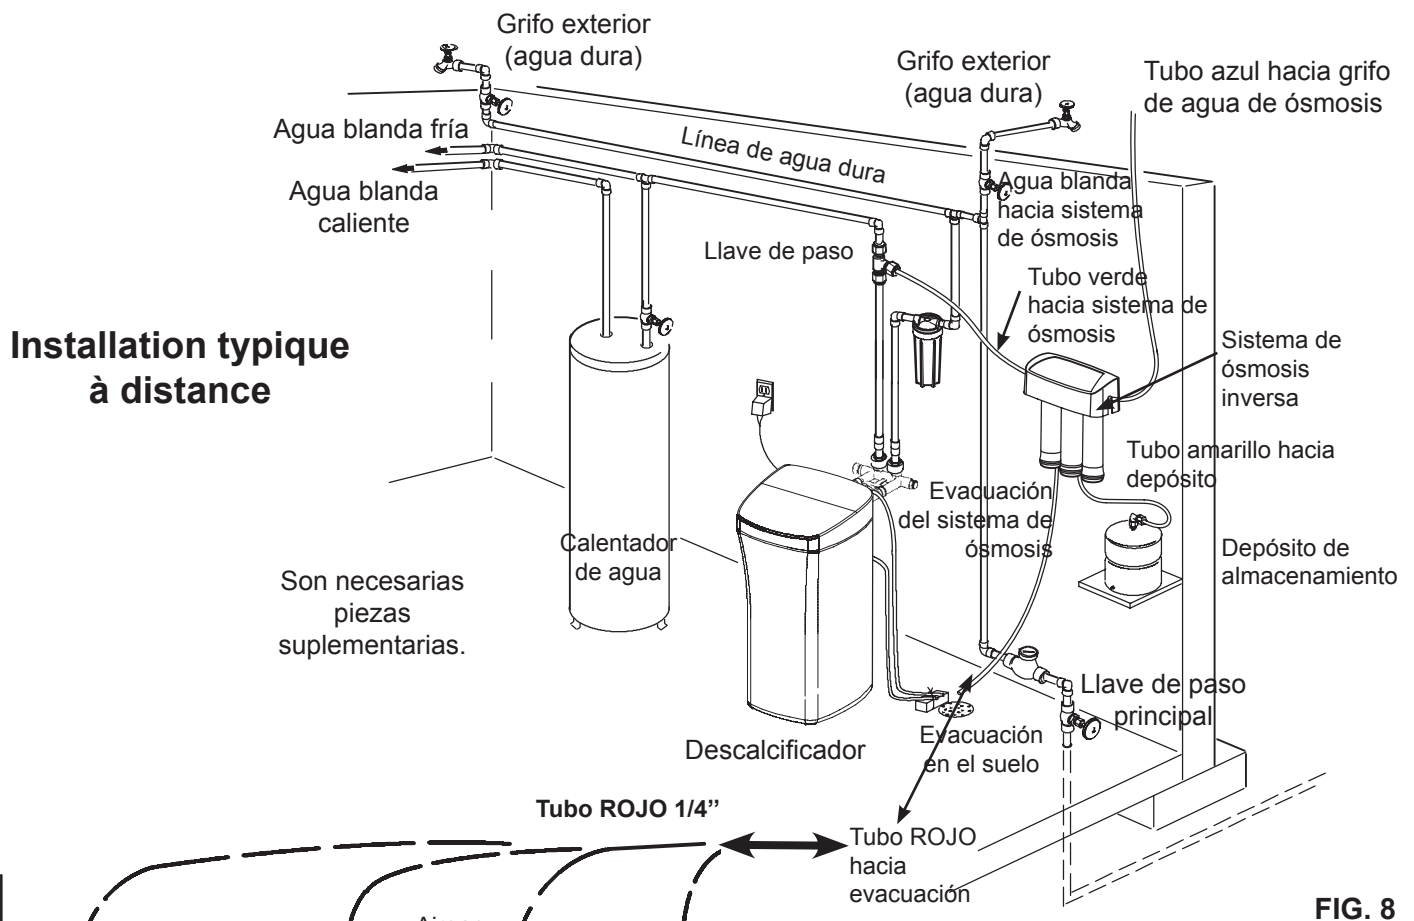

FIG. 8
- Utilización de otra evacuación en la vivienda (cf Fig. 8 y 9). Ésta se utiliza normalmente en instalaciones a distancia. El tubo de evacuación del equipo de ósmosis va directamente al desagüe. (Cf Fig. 8 y 9)
1. Localizar el tubo rojo de 1/4" (6,35 mm) en el sistema de ósmosis inversa. Cf Fig. 8.